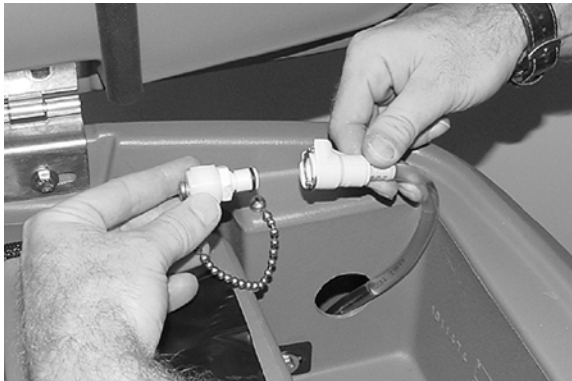

FIG. 72
7. Lorsque vous avez terminé, connectez le tuyau d'alimentation sur le bouchon de stockage (Figure 72).